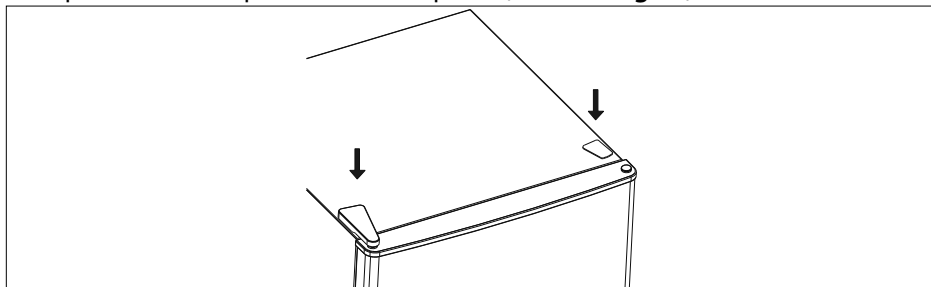

Fig. 10
- Riposizionare il copricerniera e il copriviti (vedere la **fig. 10**).